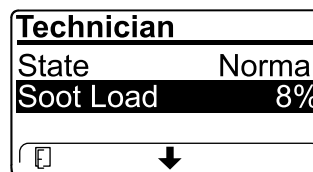

Figura 39
- Veja a carga de fuligem que é medida como percentagem de fuligem no DPF (Figura 39); consulte a tabela de carga de fuligem.